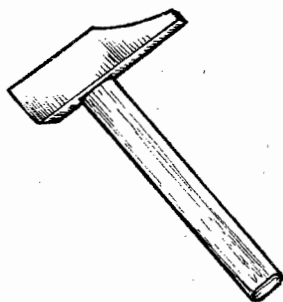

Рис. 23. Столярный молоток.
**Столярный молоток** (рис. 23) — наиболее распространенный ударный инструмент. Имеет квадратный боек, часть которого скошена. Мы советуем вам использовать плоскую ударную часть бойка, т. к. выпуклый ударник оставляет вмятины на поверхности материала.